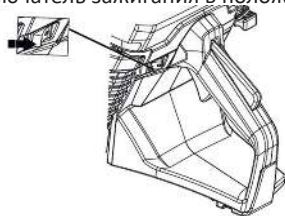

Рис. 17
1. Переведите выключатель зажигания в положение «-» (рис. 17);